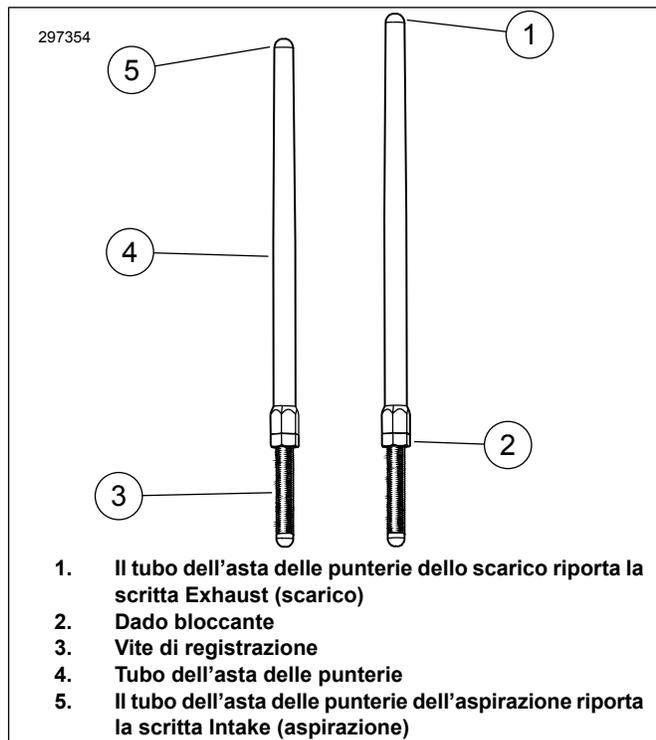

Figura 1. Asta delle punterie regolabile
6. Vedere la figura 1. Allentare il dado bloccante su tutte le aste delle punterie e regolarle secondo le lunghezze più ridotte.